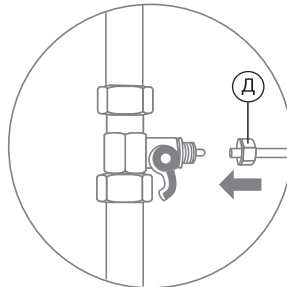

Рис. 15
- В гайку (Д) (рис. 15) вставьте трубку зеленого цвета. Трубку вставьте в штуцер шарового крана до упора и плотно закрутите гайку.